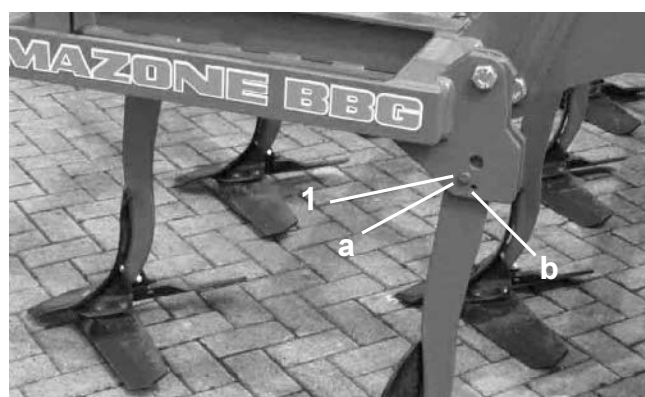

Fig. 14
- Løsne bryteboltens festemutter (Fig. 14/1).